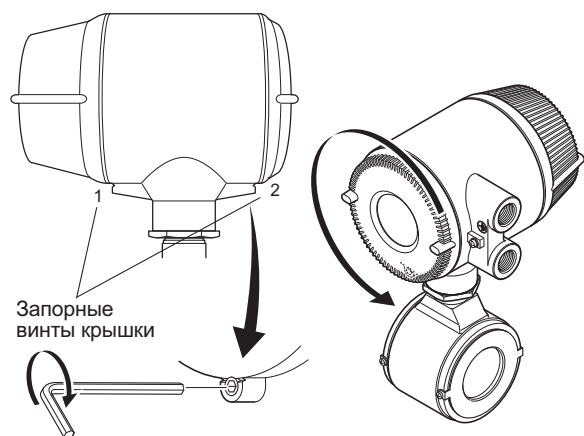

Рисунок 4.1.5 Снятие крышки клеммника
- Крышка клеммника открывается специальным винтом. Для снятия крышки клеммника используйте прилагаемый шестигранный гаечный ключ. Работа со стопорным винтом показана на рис. 4.1.5.